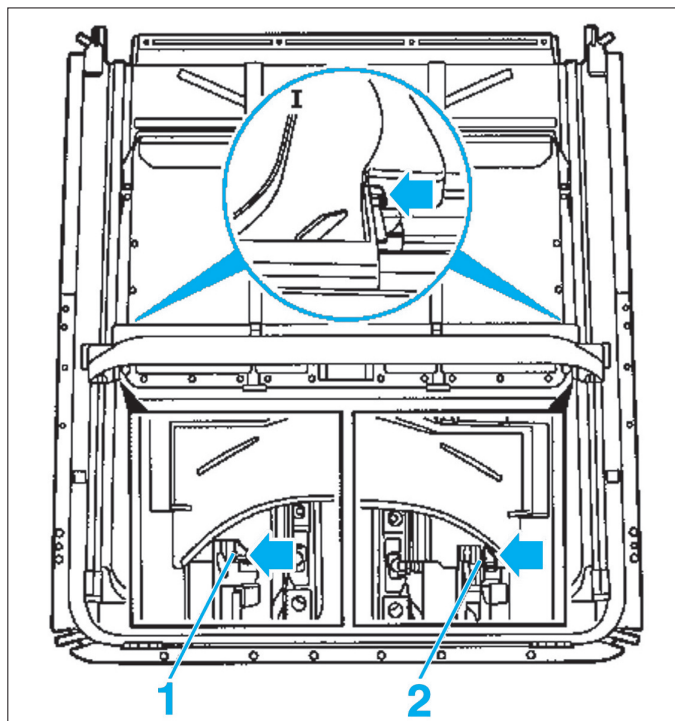

FIG. 34
- la gouttière en (1) et en (2) (Fig.34).